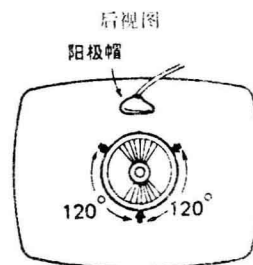

图 5
9. 按图 5 所示的位置插入三个楔子，使达到最佳的边缘会聚。